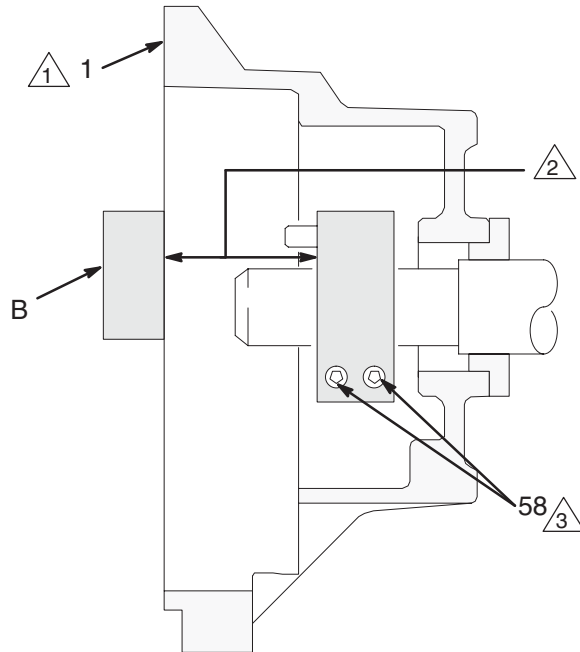

Fig. 22
3. Presione la **abrazadera (55)** contra el eje del motor (A). Mantenga las distancias indicadas en la Fig. 22: $35,8 \pm 0,25$ mm.